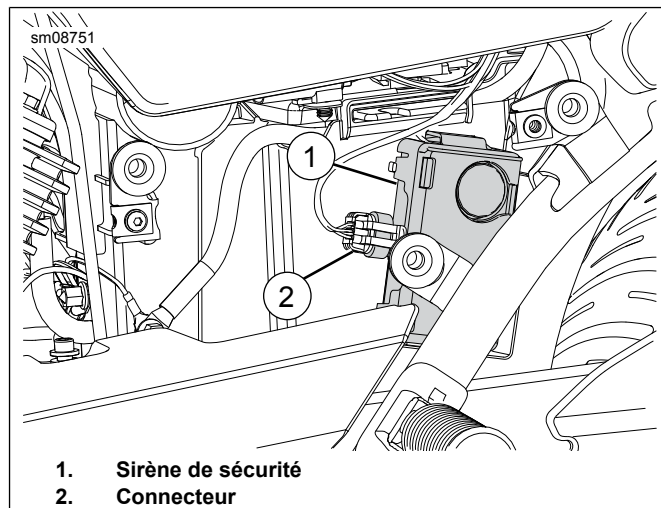

Figure 2. Street
4. Voir la Figure 2. Installer la sirène de sécurité (1).
5. Connecter le connecteur (2).